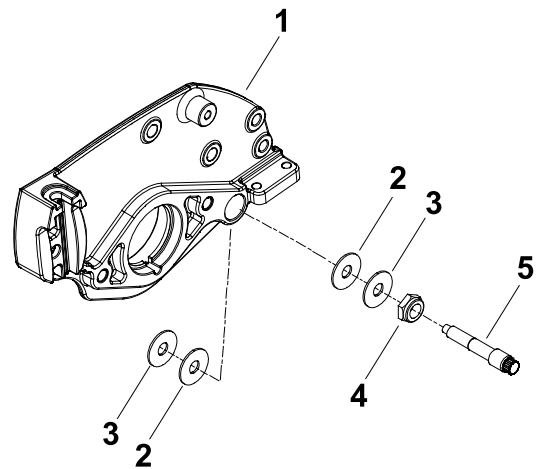

Bild 13
7. Schieben Sie die Metallscheibe und die Kunststoffscheibe auf jede Drehschraube des Untermesserträgers auf (Bild 13).
8. Setzen Sie zwischen dem Untermesserträger und jeder Seitenplatte der Schneideinheit eine Metallscheibe und eine Kunststoffscheibe ein (Bild 13).
9. Bauen Sie die Drehschraube des Untermesserträgers ein (Bild 13).